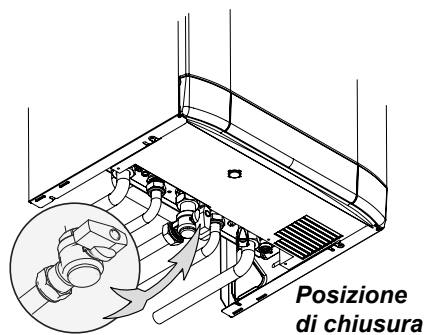

Figura 2.10
- Chiudere il rubinetto gas della caldaia (Figura 2.10), ed eventuali rubinetti di intercettazione presenti nell'impianto.